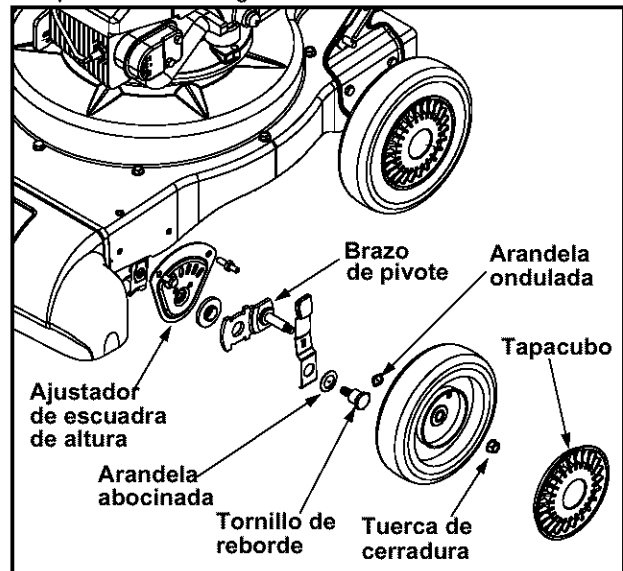

Figura 14
- Quite los tapacuboss delanteros, ciérrese chiflado, ruedas delanteras, y las arandelas de onda(ola) que atan a las asambleas de brazo de pivote. Ver la Figura 14.